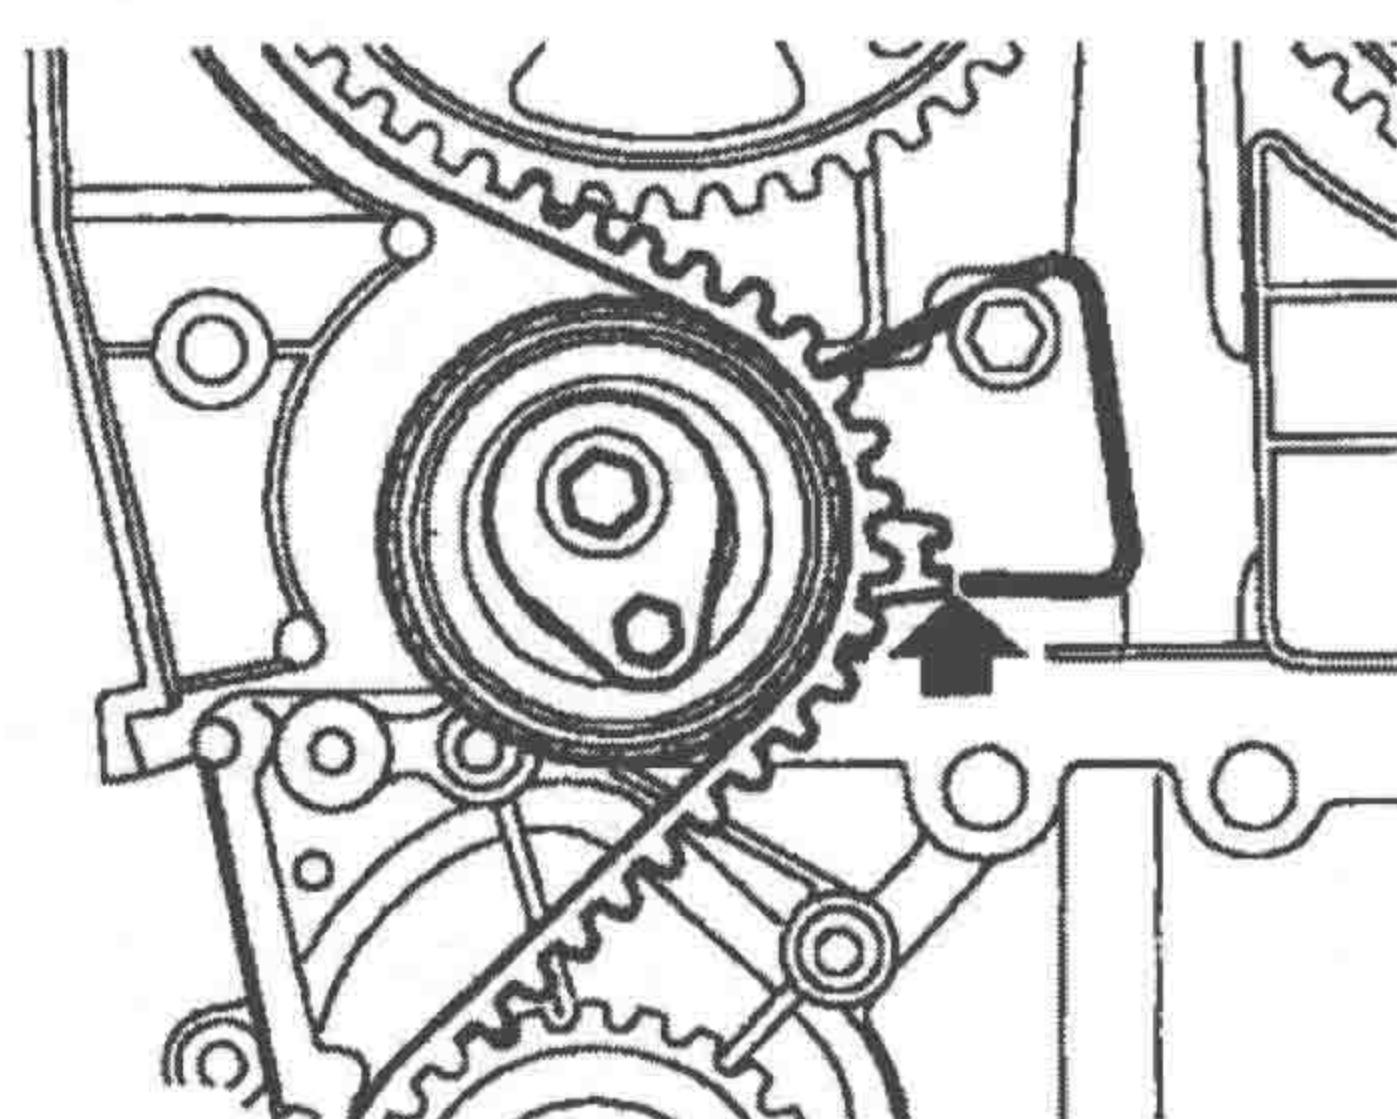

图 1-1-11 指针线靠近指针底部
⑯ 如果要使用原来的正时皮带，那么指针就必须对好，指针线靠近指针的底部区域，如图 1-1-11 所示。